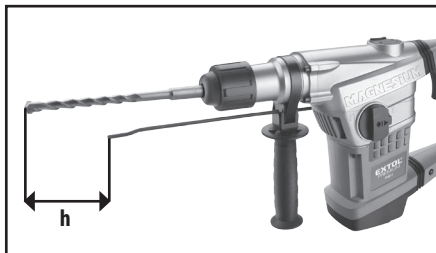

Abb. 5
- Zwecks Messung der Bohrlochtiefe kann man in die Öffnung im Griff vor deren Sicherung (nur bei Modellen, die damit ausgestattet sind) einen Tiefenanschlag schieben (Abb. 5) und diesen auf die entsprechende Bohrlochtiefe einstellen. Durch die Entfernung zwischen dem Ende des Tiefenanschlags und Bohrerende wird die Tiefe der Bohrung festgelegt, siehe Abb. 5.